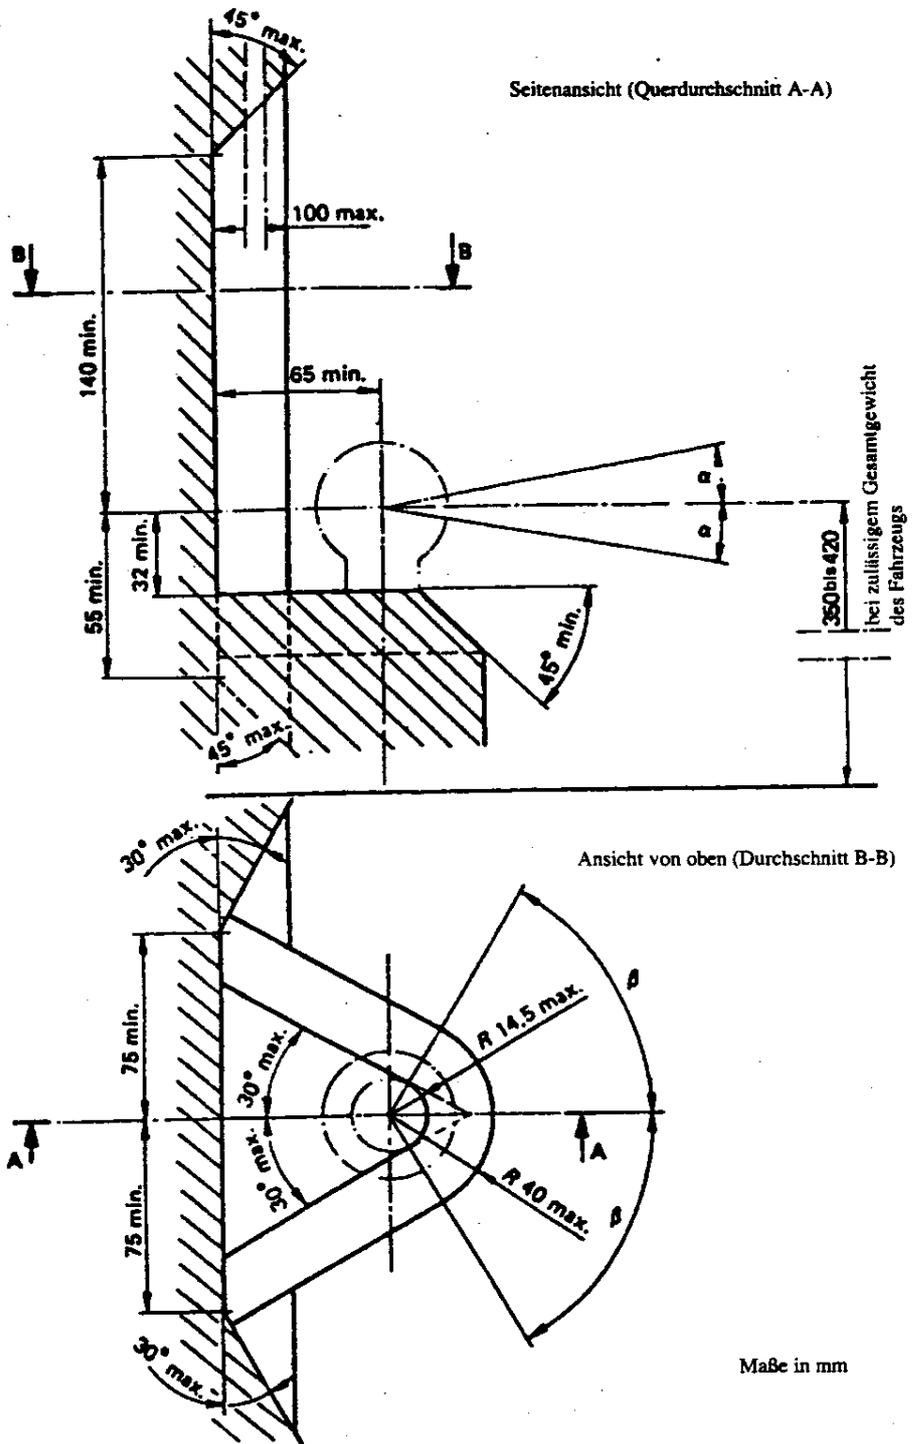

Abbildung 30
Hinweis 1: Die KmH darf nur angebaut werden, wenn der Freiraum nach dem Amtsblatt der EG Nr. L195/50, Abb. 30 eingehalten wird.
- 5) Verschrauben Sie das Querrohr (1) mit den Seitenplatten (6) mit Hilfe der Schrauben (9) (M12*40), Scheiben (11) und Muttern (12) und ziehen Sie die Schrauben fest (Anzugsdrehmomente: **8.8: 80 Nm, 10.9: 115 Nm**).
- 6) Überprüfen Sie den Freiraum der Kupplungskugel (siehe Anlage 12: Amtsblatt der EG Nr. L195/ 50, Abb. 30)